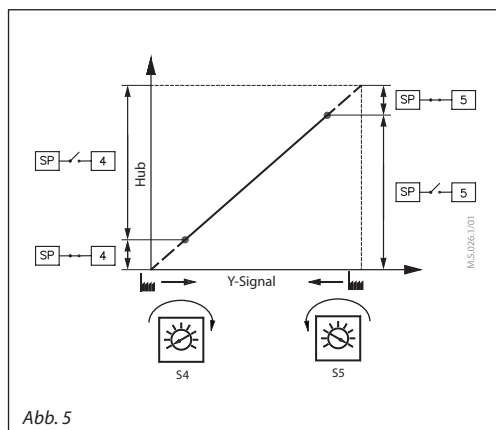

Abb. 5
**DIP6: C/P – Auswahl des Ausgangssignals** (Abb. 5):